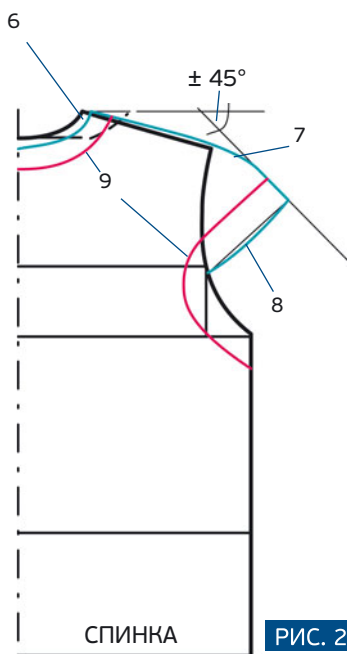

РИС. 2
9. Начертите обтачки горловины и проймы той же шириной, что и обтачки переда (рис. 2, красным цветом).